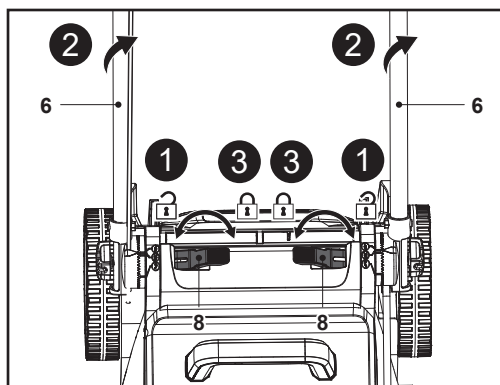

Fig. 11
2. Depliază cele două manete de fixare (8) cu cealaltă mână și apoi rotește ansamblul mânerului (4, 6) la cealaltă poziție de înălțime (fig. 11, pașii 1 și 2).
3. Asigură-te că triunghiul indicator (6b) este aliniat cu indicatorul de înălțime a mânerului (9b/9c), apoi pliază cele două manete de fixare (8) pentru a fixa ansamblul mânerului (4, 6) (fig. 11, pasul 3).